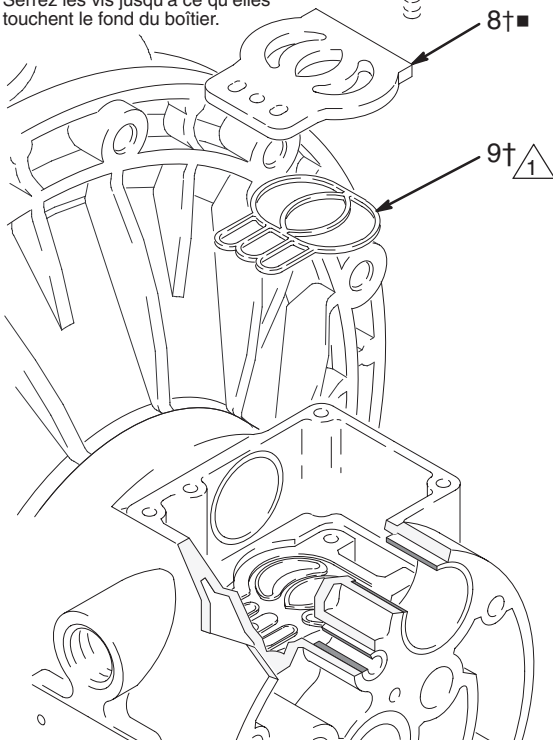

Fig. 9
5. Vérifiez la plaque de vanne (8■) en place. Si elle est endommagée, utilisez un tournevis Torx (T20) ou une clé à douille de 7 mm pour retirer les trois vis (3). Retirez la plaque de vanne (8■) et, sur les modèles avec un boîtier central en aluminium, le joint (9†). Consultez la Fig. 9.
2. Dans le cas de modèles avec boîtier central en aluminium, installez le joint (9) de la plaque de vanne dans la rainure située au fond de la cavité de la vanne. La partie arrondie du joint **doit** être orientée **vers le bas** dans la rainure. Consultez la Fig. 9.
3. Installez la plaque de vanne (8) dans la cavité. Dans le cas des modèles avec boîtier central en aluminium, le plateau est réversible, de sorte que les deux faces peuvent être orientées vers le haut. Installez les trois vis (3) en utilisant un tournevis Torx (T20) ou une clé à douille de 7 mm. Serrez jusqu'à ce que les vis touchent le fond du boîtier. Consultez la Fig. 9.